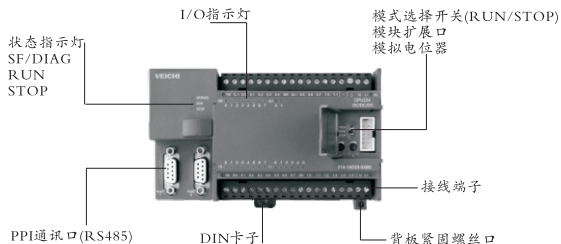

图1: CPU224结构图
CPU224是将微处理器、集成电源和多功能I/O集成在一起的小型可编程逻辑控制器，其结构如图1所示：
- 2、使用PPI适配器或CP 5611卡的PPI端与图1的通讯口连接。
- 3、如需要外接扩展模块，则将模块接在图1中模块扩展端口上，一个CPU224最多可接7个扩展模块。